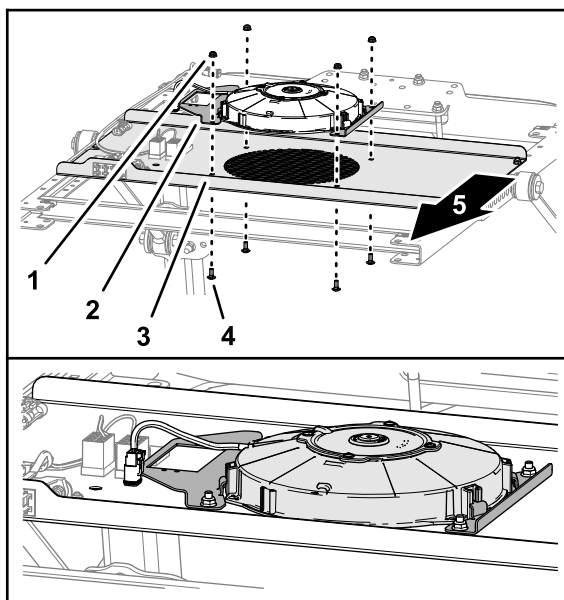

図 4
4. 図 4に示すように、ファン取り付けブラケットの穴をスイッチパネルの穴に合わせる。
5. スwitchパネルにファンとブラケットを組み付ける 図 4 キャリッジボルト $\frac{1}{4}$ " x  $\frac{5}{8}$ " 4 本とフランジロックナット $\frac{1}{4}$ " 4 個を使用する。